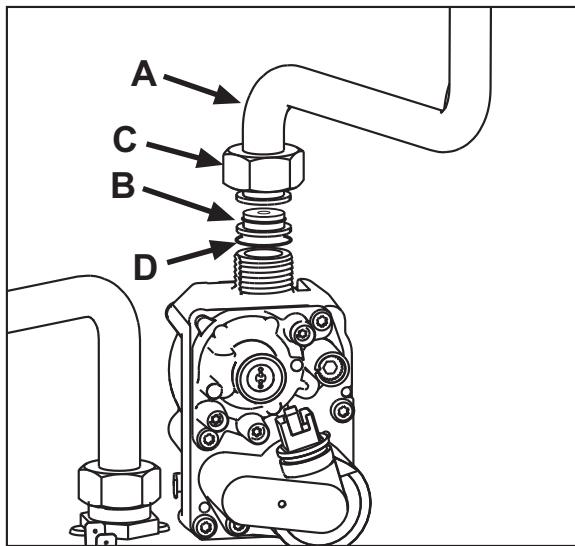

рис. 22
- Открутить колесико **C** и вынуть газовую трубу **A** из газового клапана (см. рис. 22).
- Заменить форсунку **B**, вставленную в газовую трубу, на форсунку, входящую в комплект для переоборудования на другой вид газа, вставив прокладку **D** (см.рис. 22).